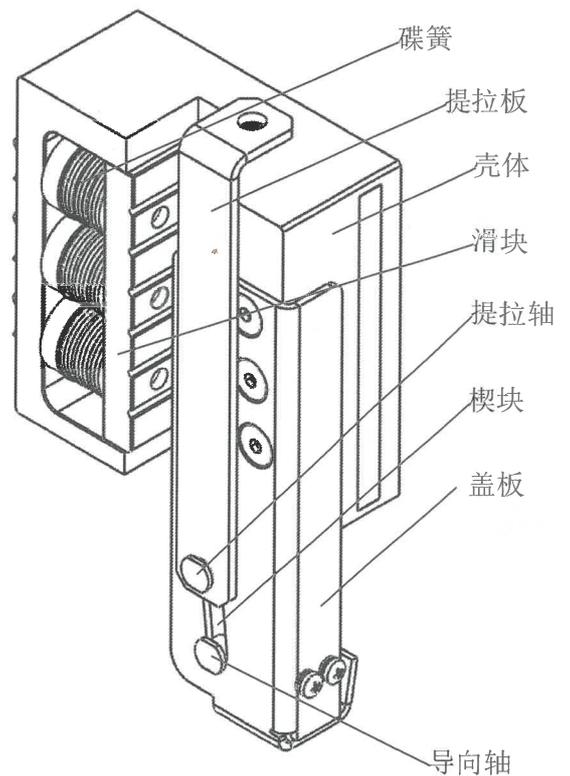

图 1
1.1. 结构示意图(图 1)
2.1.2. 安全钳封记处完好(图 1)。